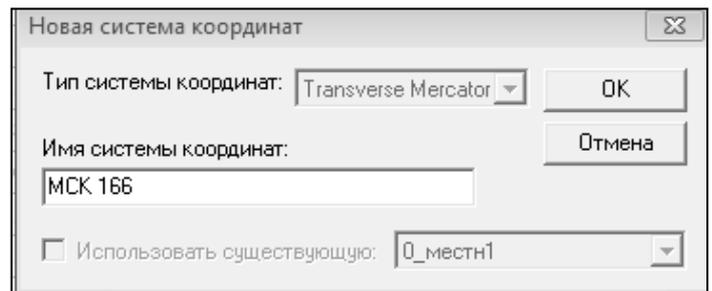

Рис.3.5.
3.4. Создайте новую СК по полученным параметрам. Для этого нажмите кнопку [Создать СК]. При этом откроется окно **Новая система координат** (рис.3.5). Сохраните систему координат под именем МСК 166. И нажмите кнопку [ОК]. Созданная система координат добавиться в общий список систем координат.